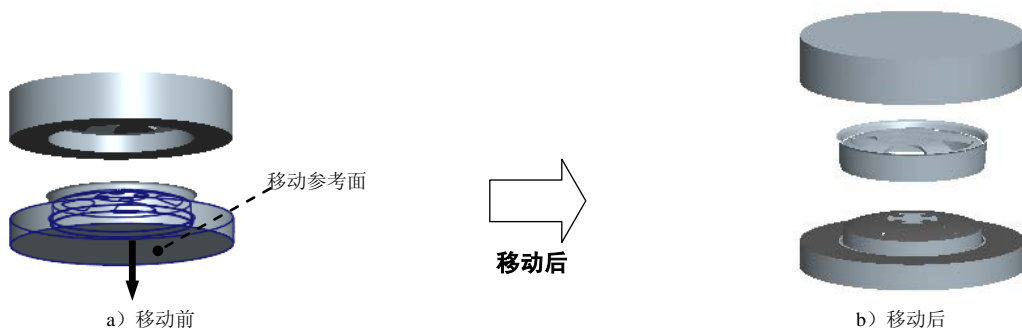

图 30.14 移动下模
Step1. 选择下模，选取图 30.14 所示的面为移动方向参考，方向如图 30.14 所示，输入